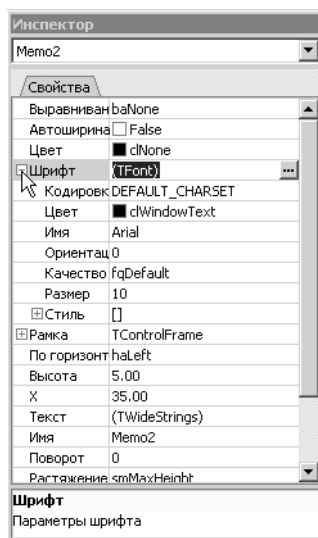

Рис. 1.4.
- ⊕ Если рядом с именем свойства расположен значок *<+>*, это означает, что свойства имеет подчиненные свойства. Чтобы раскрыть их список, следует щелкнуть по значку *<+>*. Значок сменится на *<->*. Чтобы свернуть список, щелкните по этому значку. На рис. 1.4 в качестве примера показан список дополнительных свойств шрифта.